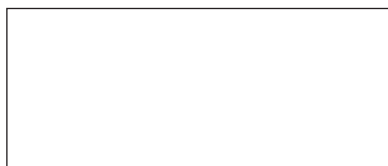

Рис. 11. Экспериментальная схема 3
3. Результаты анализа процессов, происходящих в схеме 3 (рис. 11).